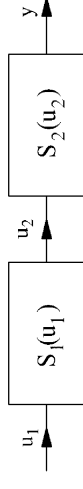

Abbildung 8: Hintereinanderschalten von zwei nichtlinearen Gliedern
d) Lösung siehe Abbildung 8 (vergleiche Messtechnik, Abb. 3.9):